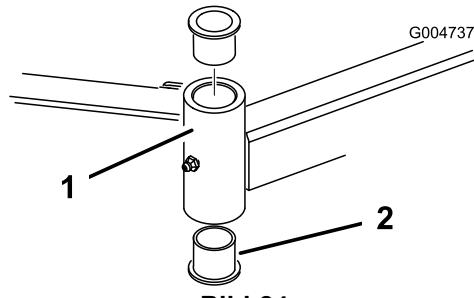

Bild 84
- Stecken Sie einen Dorn oben oder unten in das Befestigungsrohr und treiben die Büchsen heraus (Bild 84). Treiben Sie dann die andere Büchse aus dem Rohr heraus. Reinigen Sie die Innenseite der Röhre.